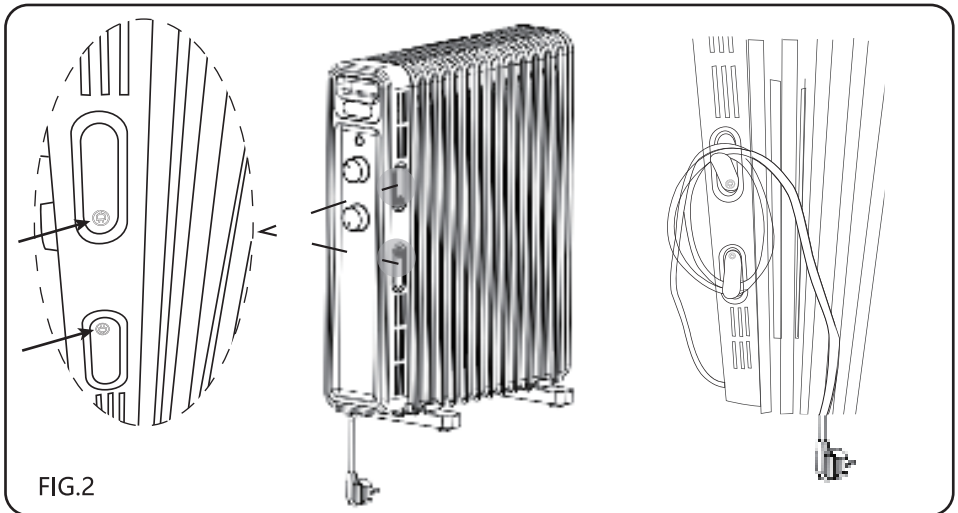

FIG.2
4. Verwenden Sie die Kabelaufwickelvorrichtung, um das Kabel nach dem Gebrauch aufzubewahren. (FIG.2)